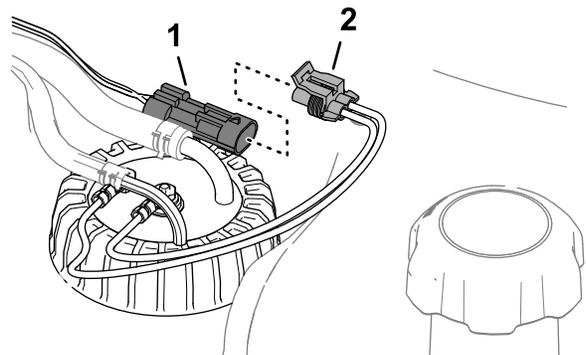

**Bild 87**
2. Entfernen Sie die fünf Kreuzschlitzschrauben, mit denen der Kraftstoff-Füllstandsensorm am Kraftstofftank befestigt ist, und nehmen Sie die Abdeckung ab (**Bild 87**).